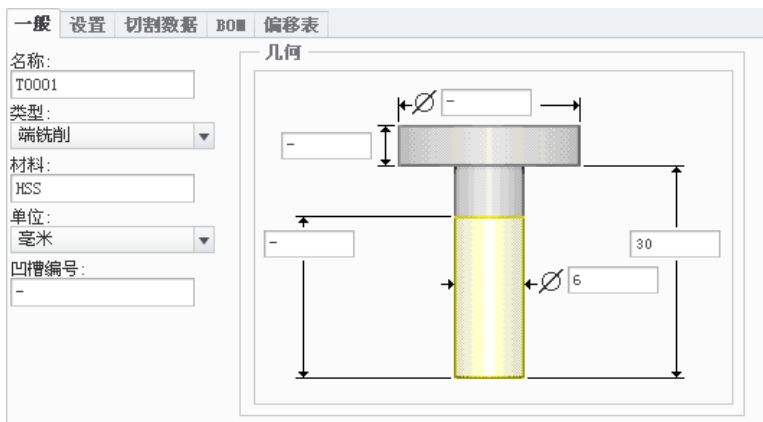

图 19.3.3 设定刀具一般参数
Step4. 在弹出的“刀具设定”对话框中设置刀具几何参数，完成设置后如图 19.3.3 所示，设置完毕后依次单击应用和确定按钮。在“设置：铣削加工中心”对话框中单击按钮，完成机床的设置，返回到“设置：操作”操控板。